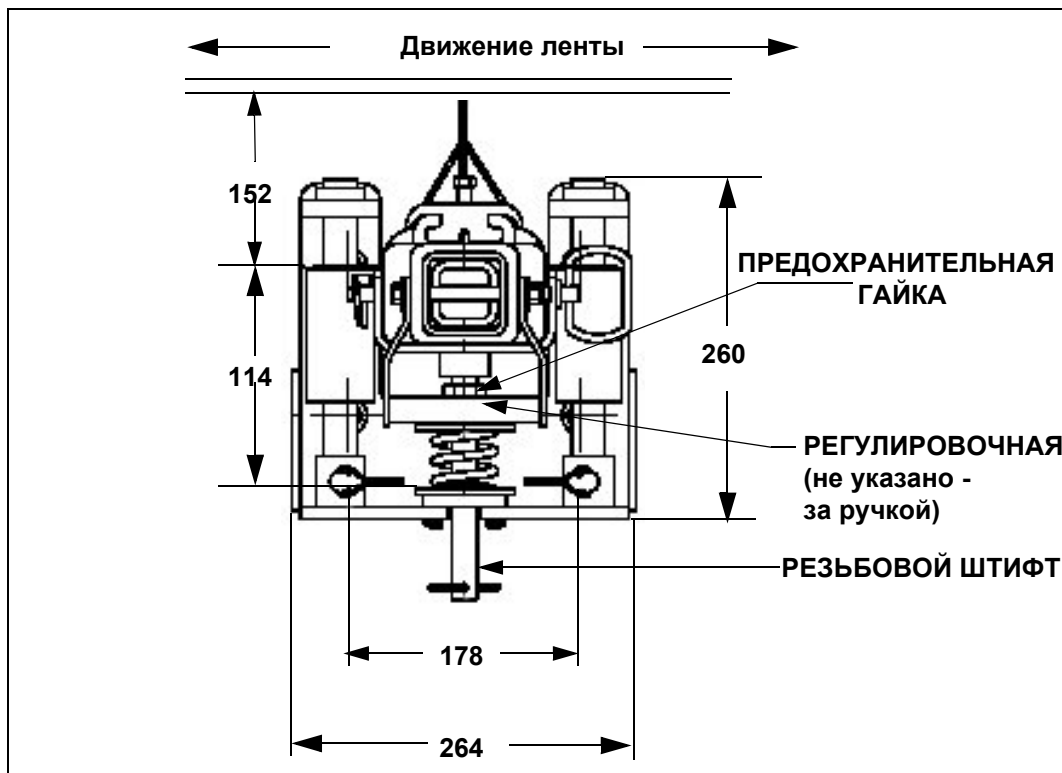

Рисунок 4: Настройка пружинного натяжителя
1. Ослабьте крепление гайки фиксатора пружины с двух сторон (см. рис. 4).
Таблица 1: Рекомендуемые параметры натяжения пружины (см. рис. 4 - S.23)